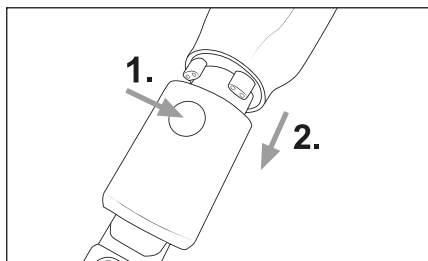

Abb. 12
- ♦ Zum Entfernen der 2-in-1-Kombibürste **13** halten Sie die Entriegelungstaste an der 2-in-1-Kombibürste **13** gedrückt und ziehen Sie sie dann vom Saugrohr **23** oder von der Saugöffnung des Gerätes ab (siehe Abb. 12).